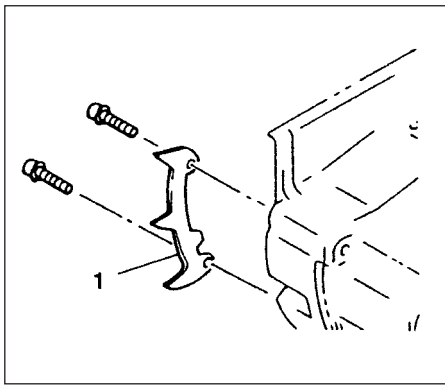

Fig.1-0
* Monter barkstøtten (1) (hvis utstyrt slik) til enheten med de to skruene. (Fig. 1-0)